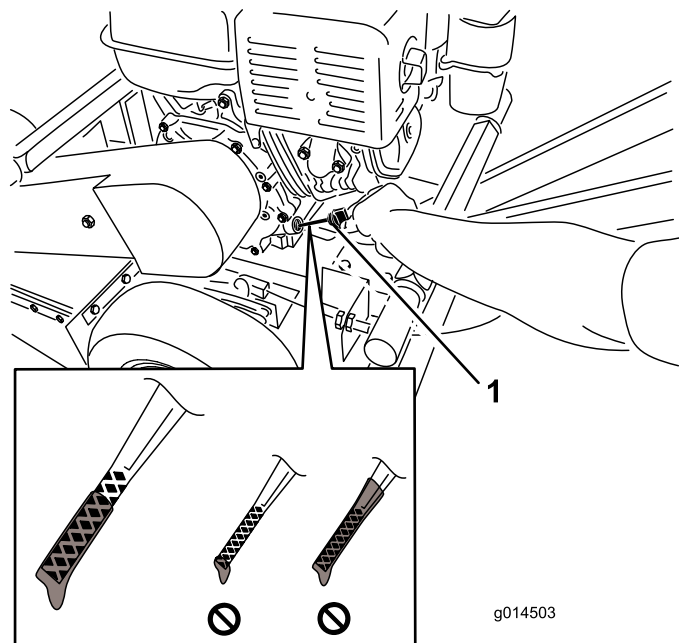

Figure 10
- Sortez de nouveau la jauge et examinez l'extrémité. Le niveau d'huile doit atteindre le haut de la plage supérieure (Figure 10).